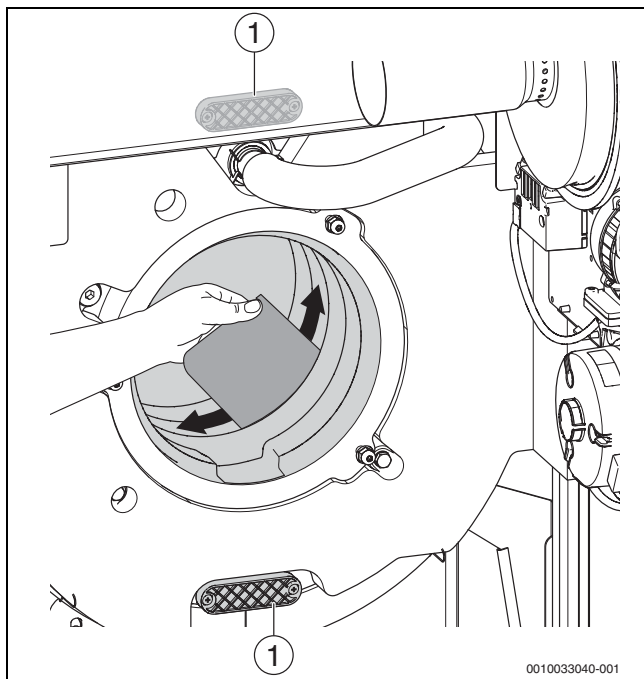

Bild 83 Heizgasspalte mit Reinigungspachtel reinigen
- ▶ Befestigungsschrauben der beiden Reinigungsdeckel (→ Bild 83, [1]) entfernen.
- ▶ Heizgasspalte mit Reinigungspachtel reinigen (→ Bild 83). Hinweise zur Reinigung beachten!